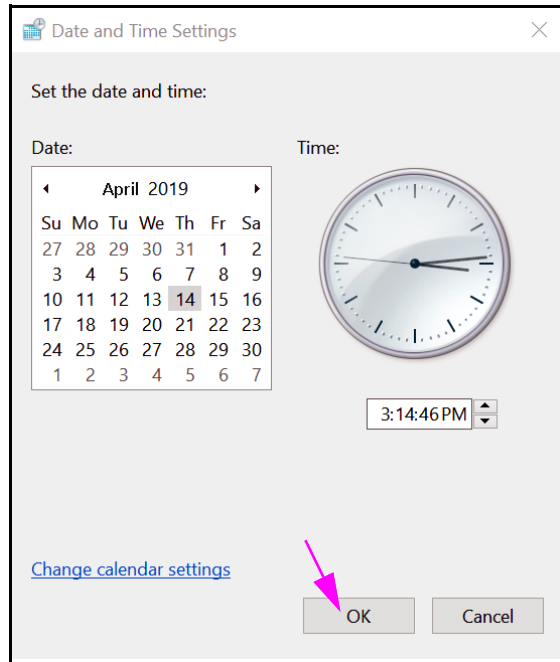

Figura 2-35. Cuadro de diálogo Date and Time Settings (Valores de fecha y hora)
- Haga clic en el botón **Change Date and Time... (Cambiar fecha y hora...)**. Aparece el cuadro de diálogo Date and Time Settings (Configuración de fecha y hora). Consulte la figura 2-35.